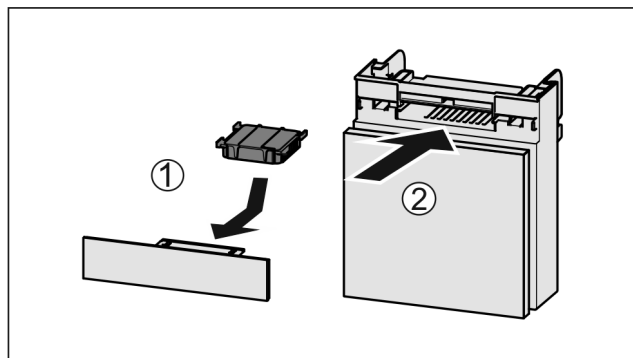

Fig. 145
- Inserire il vano Fig. 145 (2).